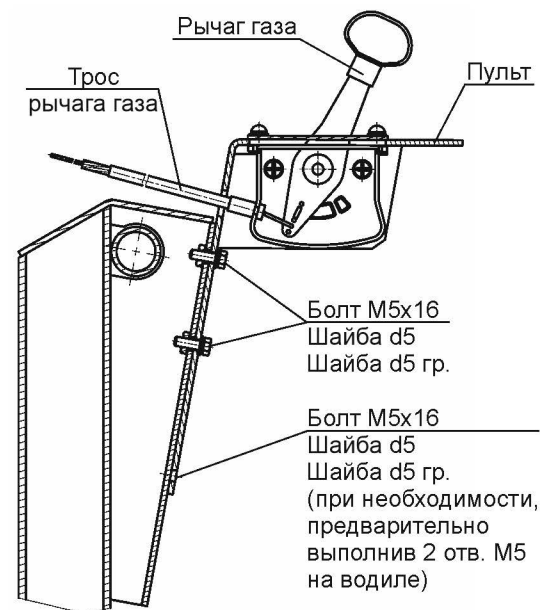

Рис.2
5. Пульт (Рис.2) установить на водило центральной виброплиты вместо штатного рычага газа (при его наличии).